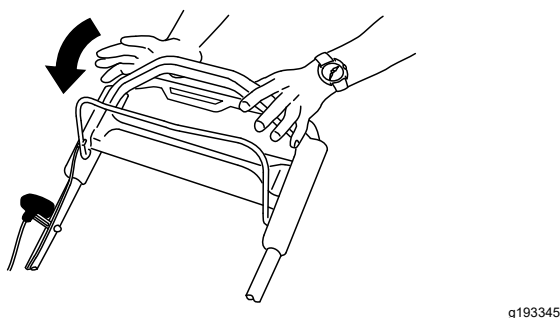

Figure 22
Relâchez la barre de commande des lames (Figure 22).
- Si l'obturateur d'éjection arrière n'est pas installé, saisissez-le par la poignée, relevez le déflecteur arrière et insérez-le dans la goulotte d'éjection arrière jusqu'à ce que le dispositif de blocage s'enclenche ; voir Figure 22.